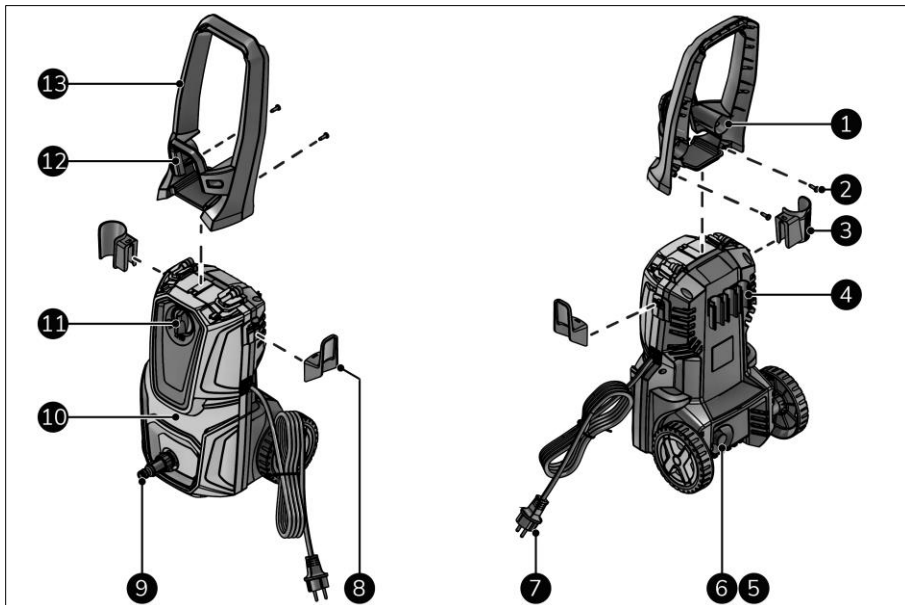

Figure 4
Cet appareil EUROM est un nettoyeur à haute pression facile à utiliser (figure 4). L'appareil est conçu pour un usage domestique, tel que le nettoyage de véhicules, bâtiments, terrasses, façades et équipements de jardin.
1. Assurez-vous que le commutateur MARCHE(I) / ARRÊT(0) est en position ARRÊT(0) (figure 4, pos. 11).
5. Allumez l'appareil (figure 4, pos. 11).